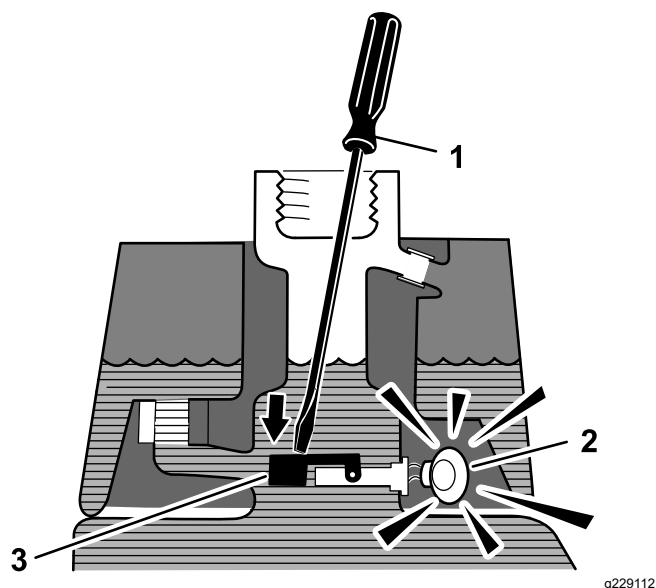

Figura 50
- Insira uma barra ou uma chave de parafusos limpa no bocal do depósito e empurre com cuidado o comutador (Figura 50) para baixo. O alarme deverá ser ativado ao fim do período de desfasamento de um segundo.